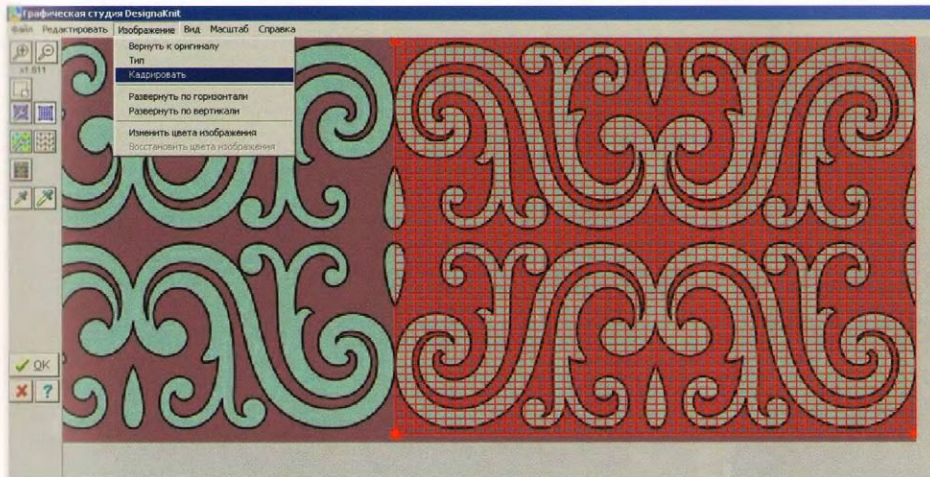

рис. 14
2. Откадрировать выделенную область рисунка можно с помощью функции в верхнем меню «ИЗОБРАЖЕНИЕ» – «КАДРИРОВАТЬ» (рис. 14).